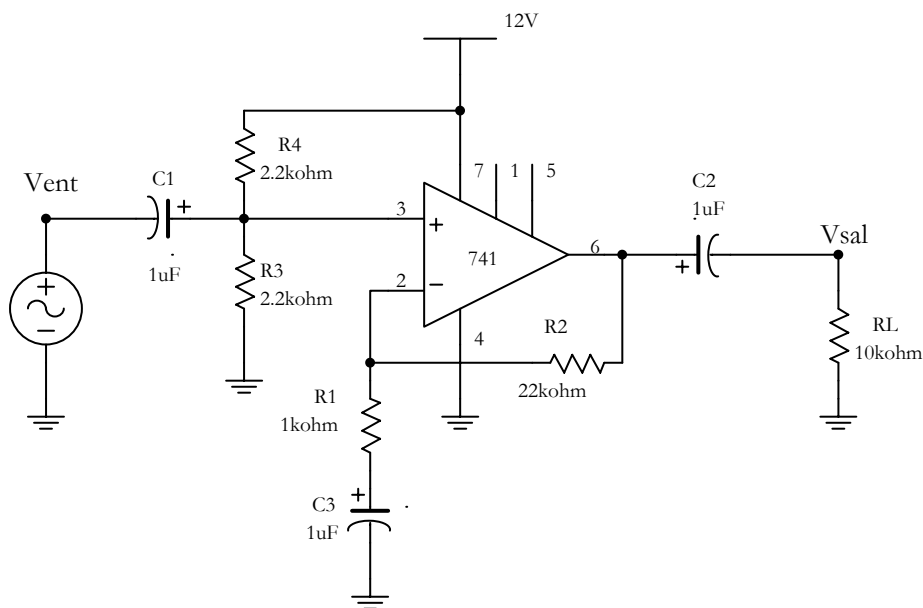

Figura 2
1.10. Armar el circuito de la Figura 2.